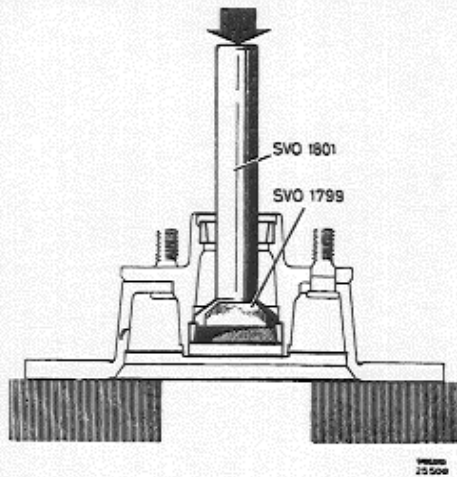
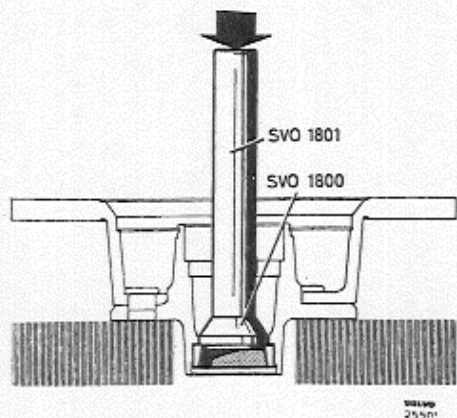

Abb. 18 Ausbau des inneren Lagerrings
Abb. 19 Ausbau des äußeren Lagerrings
5. Lagerringe ausbauen. Für den Ring des inneren Lagers Dorn SVO 1799 (Abb. 18) und für den Ring des äußeren Lagers Dorn SVO 1800 (Abb. 19) sowie Standardschaft SVO 1801 verwenden.